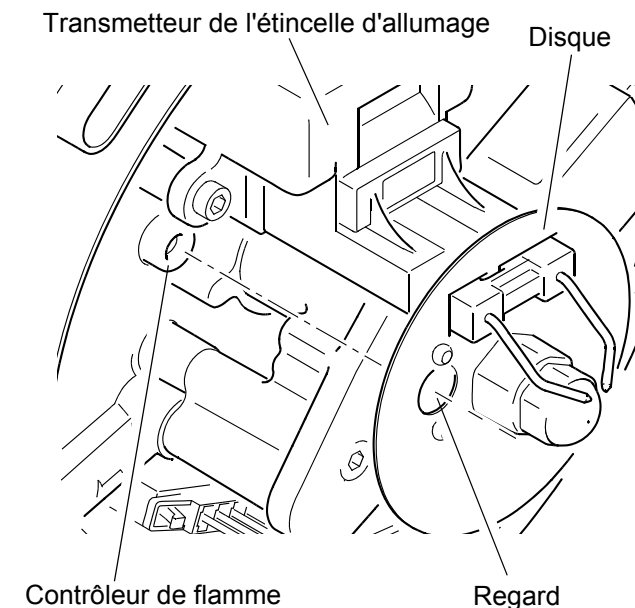

Fig. 511
- Établir une tension continue de 24 volts selon la fig. 511 (10kOhm à l'entrée SE).
Le corps en verre du contrôleur de flamme et le regard (voir Fig. 511) doivent être nettoyés s'ils sont encrassés.